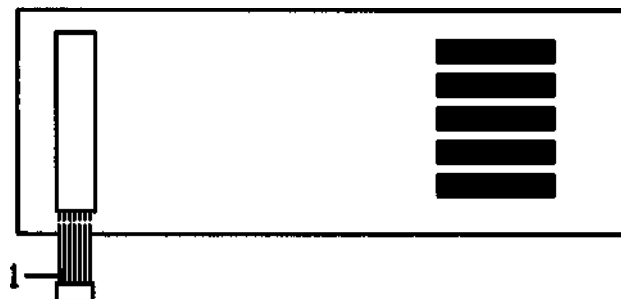

Рис. 10
6.4. Массаж с использованием манжеты «пояс» (рис. 10).